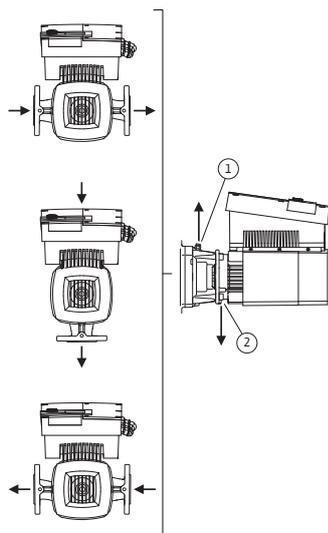

Fig. 23: Tilladte installationspositioner med horisontal motoraksel
De tilladte installationspositioner med horisontal motoraksel og elektronikmodul, der vender opad (0°), er vist i fig. 23. De tilladte installationspositioner med elektronikmodul monteret på siden (+/- 90°) er ikke afbildet. Enhver installationsposition undtagen "elektronikmodul nedad" (-180°) er tilladt. Udluftningen af pumpen er kun sikret, hvis udluftningsventilen peger opad (fig. 23, pos. 1).
Kun i denne position (0°) kan opstået kondensat bortledes målrettet via en eksisterende boring, pumpelanterne samt motor (fig. 23, pos. 2).